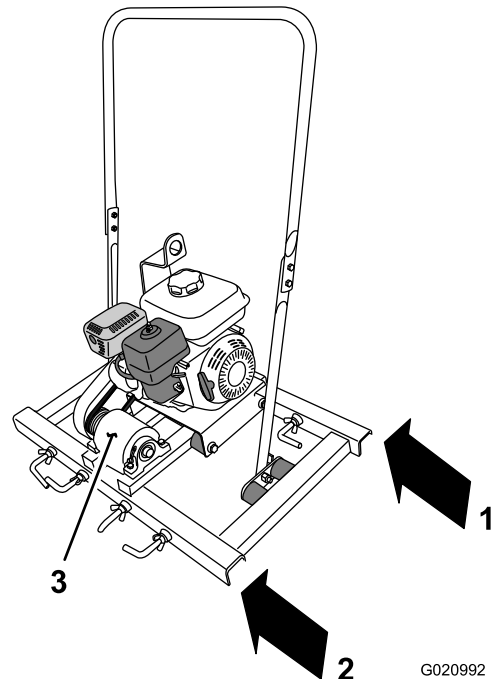
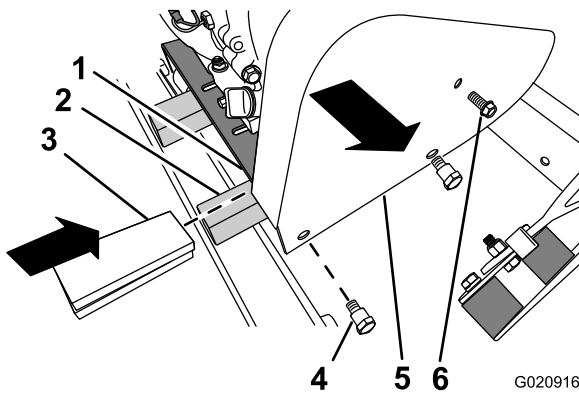
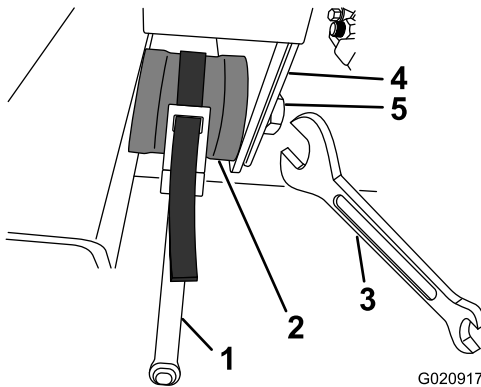
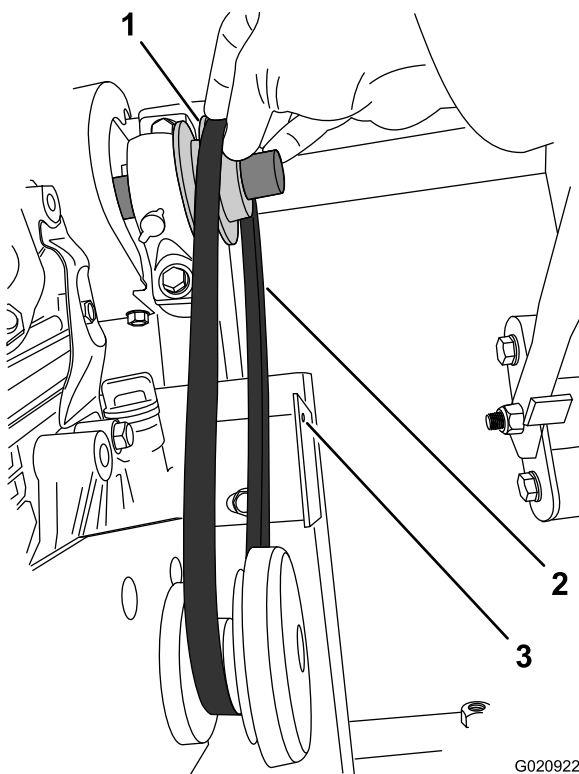

Figura 33
Figura 34
Figura 35
Figura 36
1. En la parte trasera de la máquina, localice el perfil derecho del bastidor (Figura 33 y Figura 34).
2. Introduzca un espaciador de 32 a 38 mm (1-1/4 a 1-1/2 pulgada) entre el perfil derecho y la chapa del motor (Figura 34).
3. Retire el perno (1/4 pulgada) del protector de la correa (Figura 34).
4. Retire los 2 pernos de cuello largo (3/8 pulgada) del protector de la correa y retire el protector de la correa (Figura 34).
Nota: Utilice una llave de cinta para evitar que gire el amortiguador al retirar el perno de 3/8 pulgada (Figura 35).
3. Alinee el taladro (1/4 pulgada) del protector de la correa con el taladro del soporte del protector de la correa (Figura 34 y Figura 36).
4. Enrosque el perno (1/4 pulgada) por el protector de la correa y el soporte del protector de la correa (Figura 34 y Figura 36).
5. Alinee los taladros (3/8 pulgada) del protector de la correa con las roscas de los amortiguadores (Figura 34 y Figura 35).
6. Sujete el protector de la correa a los amortiguadores con los 2 pernos de cuello largo (3/8 pulgada (Figura 34).
- Nota:** Utilice una llave de cinta para evitar que gire el amortiguador al apretar el perno de 3/8 pulgada (Figura 35).
8. Retire los espaciadores que están entre el perfil derecho y la chapa del motor (Figura 34).
2. Levante la correa hacia arriba y por encima del buje de la polea de la excéntrica (Figura 36).
3. Coloque la correa sobre el buje de la polea de la excéntrica (Figura 36).
2. Tire de la correa hacia la polea de la excéntrica (Figura 36).